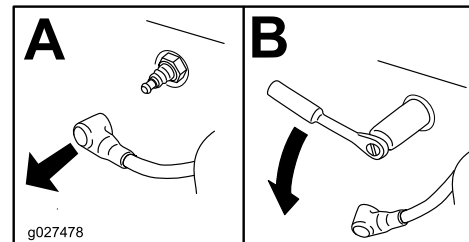

Figura 33
2. Retire la bujía como se muestra en la Figura 33.